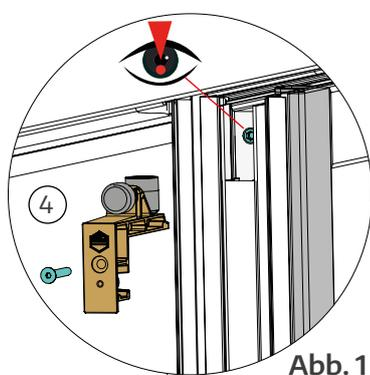

Abb. 1
- ④ Schieben Sie die obere Führung getriebeseitig **B** und bandseitig **D** ein (s. Abb. 1 und Abb. 2). Befestigen Sie die obere Führung getriebeseitig **B** mit M5x35 mm Schrauben (max. Anzugsmoment 1 Nm) sowie bandseitig **D** mit M5x22 mm Schrauben (max. Anzugsmoment 1 Nm).